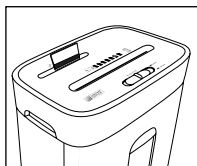

Fig. 8
Inserire la carta di credito centralmente dall'alto nell'apertura di taglio CD/carta di credito ❷ (vedi Fig. 8) e portare l'interruttore *REV/OFF/AUTO/FWD* ❸ su *FWD* ("forward" [inglese] = avanti).